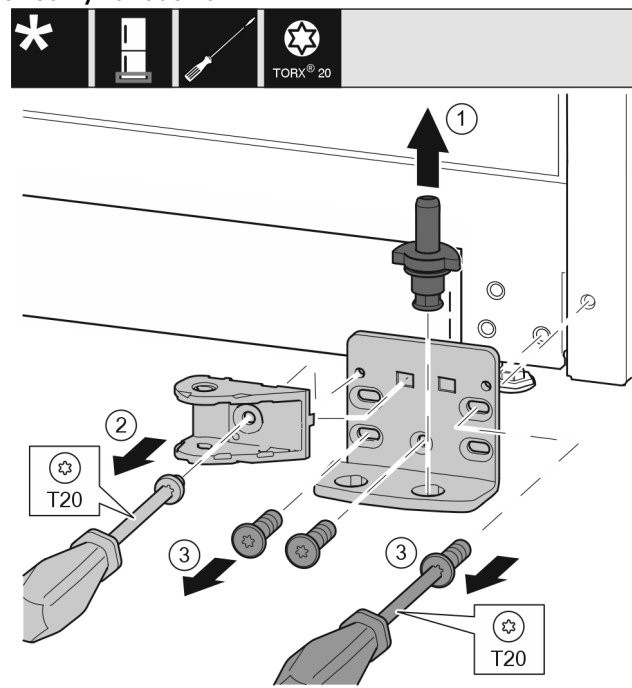

Fig. 34 *
- ▶ Ložiskový čap vytiahnite úplne nahor. Fig. 34 (1)*
- ▶ Skrutky vyskrutkujte skrutkovačom T20 a odnímate spoj tlmíča uzatvárania. Fig. 34 (2)
- ▶ Skrutky vyskrutkujte skrutkovačom T20 a odnímate ložiskovú konzolu. *Fig. 34 (3)**